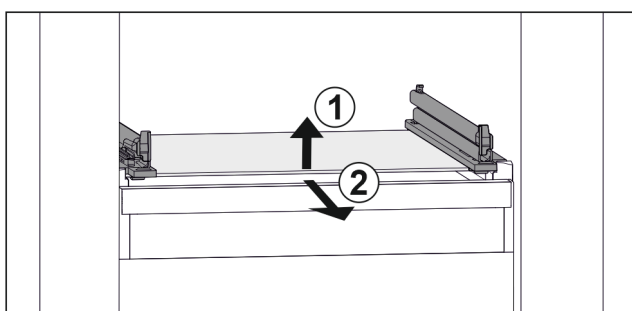

Fig. 111 Príklad zobrazenia sklenenej dosky
- Nadvihnite sklenenú dosku vpred. Fig. 111 (1)
- Odoberte sklenenú dosku dopredu. Fig. 111 (2)